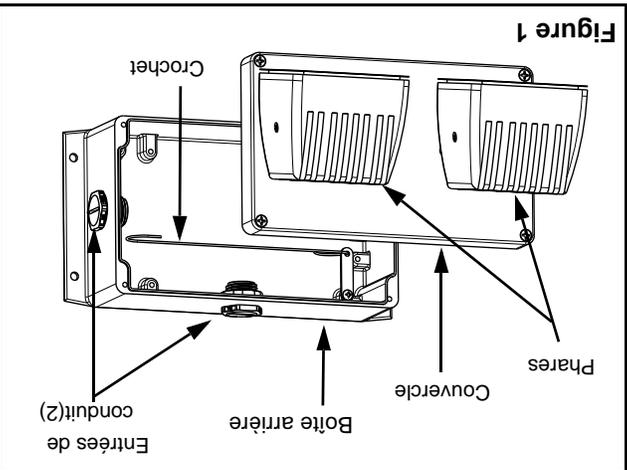

Figure 1
- a. Ouvrir le couvercle (Figure 1). Choisir l'entrée pour le conduit C.A. (sur le dessus ou le côté) et retirer une des garnitures en plastique.